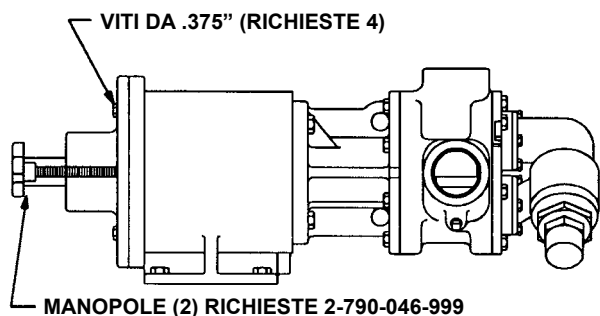

FIGURA 7
1. Se l'unità ha un accoppiamento spaziatore, il supporto dell'accoppiamento può rimanere imbullonato alla base. Senza lo spaziatore, sarà necessario rimuovere il riduttore o sbullonare l'accoppiamento. Rimuovere le tubazioni, fornire un minimo di 4" di gioco oltre la fine dell'albero dell'accoppiamento. Inserire (2) manopole U.N.C. a mano da .5" che hanno un minimo di 4.5" di filettatura nei due fori filettati nelle posizioni ore 9 e ore 3:00 sul retro dell'alloggiamento del cuscinetto. Rimuovere i (4) bulloni da 0.375". **Vedere Figura 7.**